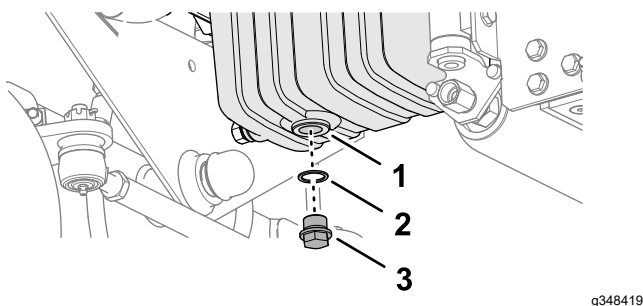

Figura 66
3. Retire el tapón de vaciado y deje fluir el aceite a un recipiente apropiado (Figura 66).